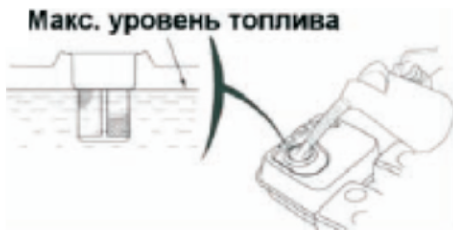

рис. 5
- Не переполняйте топливный бак. Оставьте воздушное пространство в топливном баке для возможности расширения топлива без вытекания из бака. См. рис. 5.